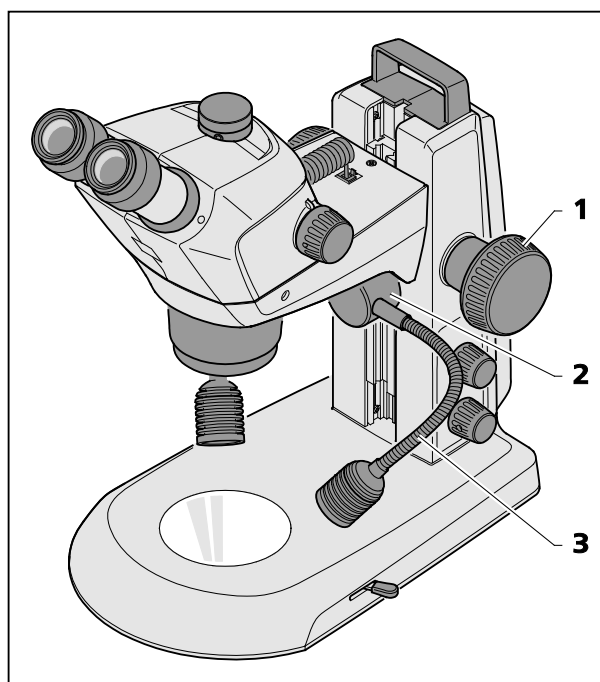

図 22 ダブルスポットライト
- 焦点調節ノブ (図 22/1) を使って、顕微鏡本体を一番上の位置に移動させます。ガイドに挿入したダブルスポットライト (図 22/2) を希望の高さにスライドさせます。
- 両方のスワンスリーブ (図 22/3) を曲げて、対象が最適に照らされるようにスポットを調節します。